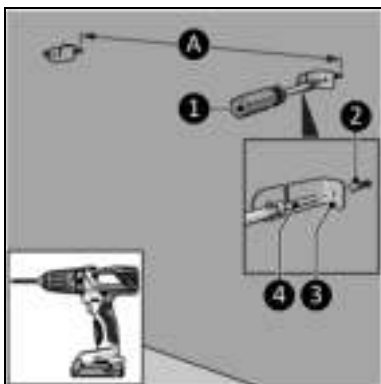

Figura 10
4. Faceți două găuri la cel puțin 610 mm deasupra podelei, pentru suporturi. Distanța dintre găuri este de aproximativ (Figura 10, poz. A)*:
5. Puneți diblurile (Figura 10, poz. 2).
6. Înșurubați și strângeți un suport stânga și unul dreapta (Figura 10, poz. 3) pe perete cu un șurub mare (Figura 10, poz. 4), folosind o șurubelniță cu cap în cruce (Figura 10, poz. 1).